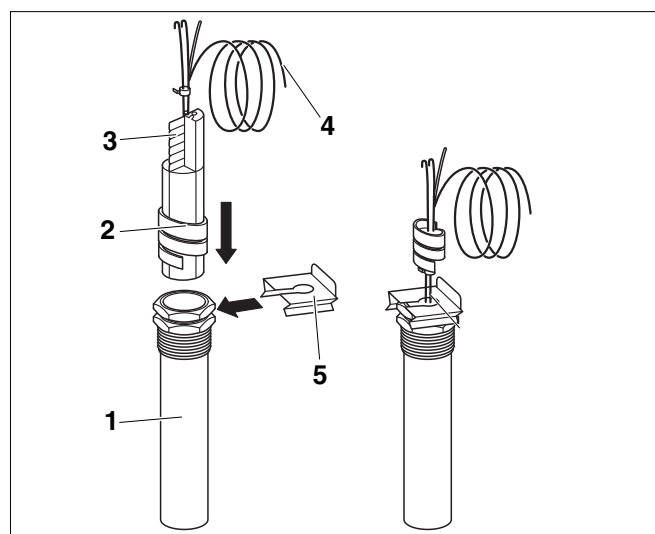

Рис. 17 Гильза и датчик температуры
- Вставьте температурный датчик до упора в гильзу (Рис. 17, поз. 1).
- Пластмассовая спираль (Рис. 17, поз. 2) автоматически сдвигается назад.
- Компенсационная пружина (Рис. 17, поз. 3) должна быть вставлена в гильзу (Рис. 17, поз. 1).
- Наденьте фиксатор датчика (Рис. 17, поз. 5) (поставка с системой управления) сбоку или сверху на оголовок гильзы (см. стрелку).